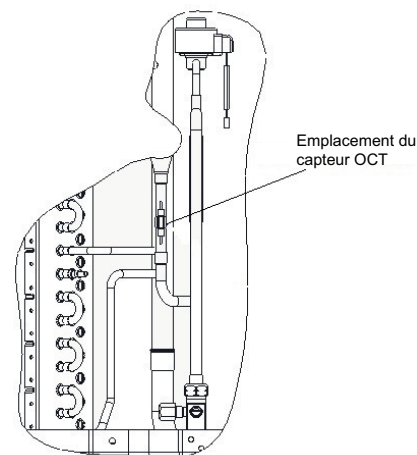

Figure 38 – Montage du thermistor du serpentin extérieur (OCT) (sur le tuyau du distributeur) A14302
**IMPORTANT :** Le thermistor du débit d'air extérieur, le thermistor du serpentin et le thermistor d'aspiration doivent être montés en usine à leurs emplacements finaux. **Vérifiez que les thermistors sont montés de façon adéquate (consultez les Figures 38, 39, 40 et 41).**